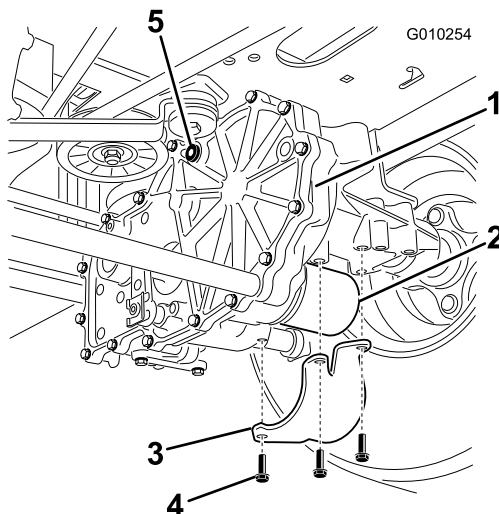

Figure 51
2. Localisez le filtre et les protections sur chaque transmission de la boîte-pont (Figure 51). Retirez les trois vis qui fixent la protection du filtre et déposez la protection.